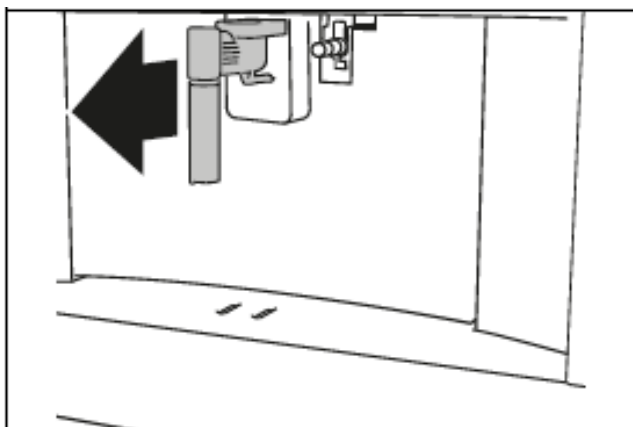
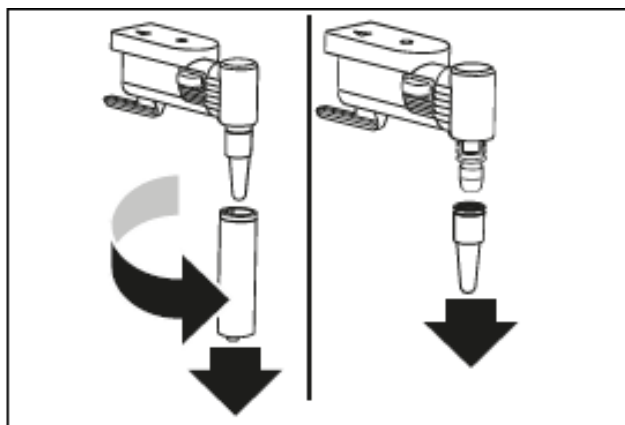

Рис. 33
Рис. 40
Снимите носик подачи горячей воды/пара (C6) (рис. 33):
- 2) Подождите несколько минут, пока носик подачи горячей воды/пара остынет; затем извлеките его (рис. 33). Удерживая носик одной рукой, другой поверните и отсоедините насадку капучинатора, потянув ее вниз (рис. 40).
- 3) Также снимите соединительную насадку для пара, потянув ее вниз (рис. 40).